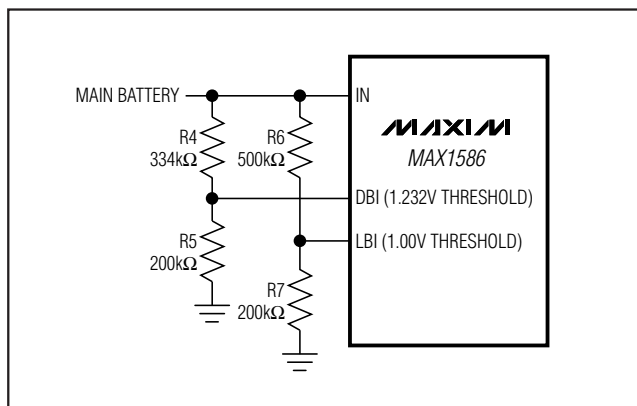

图 4. 利用单独的电阻分压器设置低电池及失效电池门限。图中将 DBI 门限设为 3.3V, 将 LBI 门限设为 3.5V (对于工厂预置门限无需用电阻)
另一种方式, LBI 和 DBI 也可用单独的 2 个电阻构成的分压器进行设置。将分压器电阻链中的下端电阻选择为 250kΩ 或更小值 (图 4 中的 R5 和 R7)。则电阻链中的上端电阻可看作各个门限值的函数, 即:
串行接口由串行数据线 (SDA) 及串行时钟线 (SCL) 组成, 采用标准的 I²C 兼容写字节命令。图 4 为 I²C 协议时序图。MAX1586/MAX1587 为从机器件, 依赖主机产生时钟信号。主机 (通常为微处理器) 启动总线上的数据传输, 产生 SCL, 以允许传输数据。通过发送严格的地址和随后的 8 位数码 (见表 2), 实现主机和 MAX1586/MAX1587 之间的通讯。每个发送序列的帧格式还包括起始条件 START (A) 和停止条件 STOP (L)。总线上发送的字为 8 位, 加上一位应答时钟脉冲。